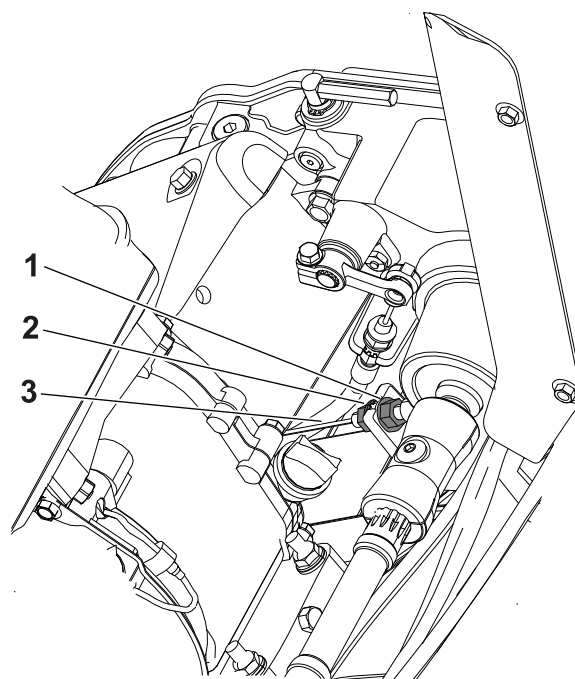

Рисунок 40
2. Ослабьте заднюю контргайку и затяните переднюю контргайку (Рисунок 40).